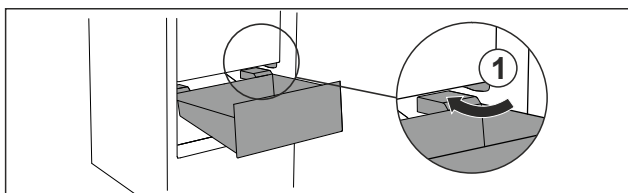

Fig. 102
- ▶ Ghidați sertarul oblic în jurul opritorului Fig. 102 (1).